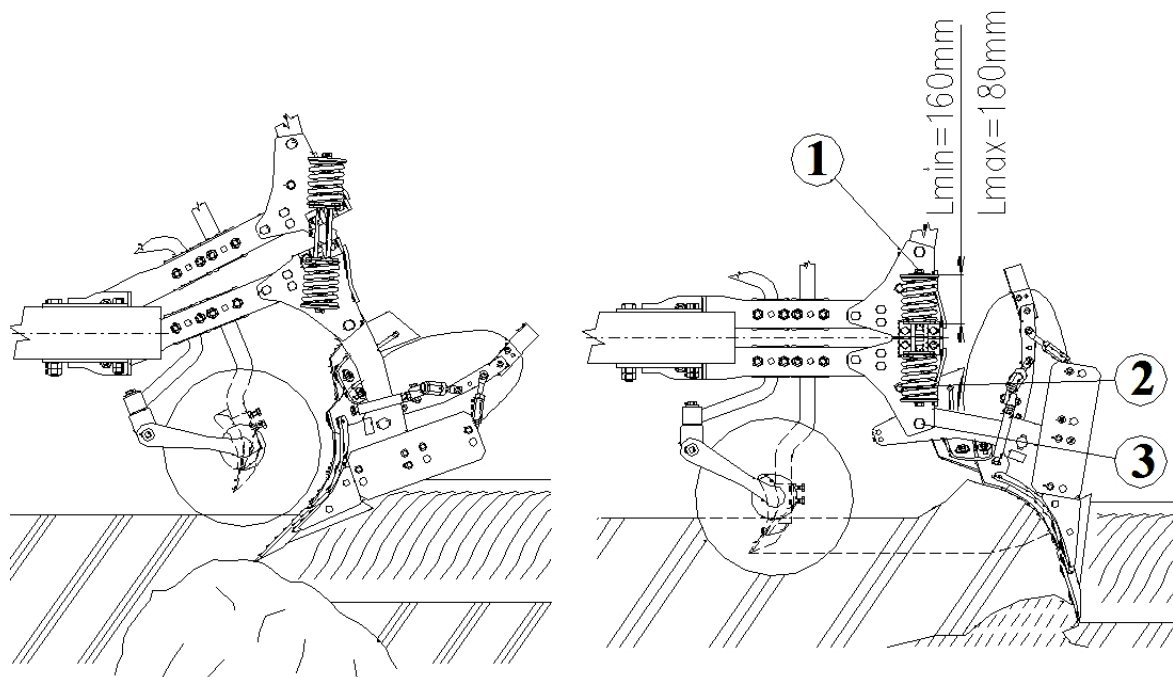

Рисунок 16.
Корпуса плугов от перегрузки или повреждения, обусловленных препятствием в грунте, предохраняются пружинным механизмом, а от скручивания корпуса лемеха – срезным болтом. Пружинный механизм обеспечивает, в случае наезда на твёрдое препятствие в грунте, отклоняется вверх и после преодоления этого препятствия самостоятельно возвращается в исходное рабочее положение (рис. 16).
Защита от перегрузок обеспечивается посредством предохранительных срезных болтов 2 (рис. 16).
В зависимости от состояния грунта (тяжёлый или лёгкий грунт), пружины должны быть более или менее напряжены при помощи регулировочных винтов 1 (рис. 16) таким образом, чтобы пружинный механизм работал лишь при столкновении с препятствием. Если пружины пружинного механизма слишком напряжены, то они не выполняют оптимально свою функцию, и происходит излишнее напряжение плуга и трактора.
1. Регулировочный винт пружины вывинтить настолько, чтобы длина пружины, включая опорные шайбы, составляла приблизительно $L = 200$ мм (Рис. 16).
3. Если пружина ещё работает не надёжно – часто выключает или плохо возвращается в первоначальное положение – то необходимо завернуть регулировочные винты ещё на 2-3 оборота ($L_{min.} = 160$ мм) (Рис. 16).